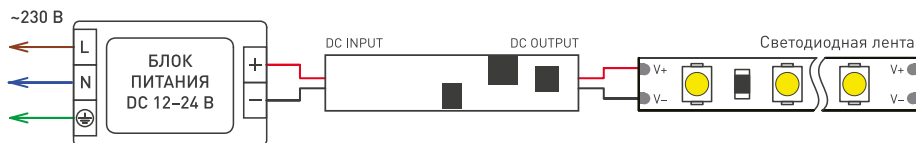

Рис. 3. Схема подключения выключателя SMART-DOOR
- 3.3. Подключите выключатель согласно схеме на рис. 3.